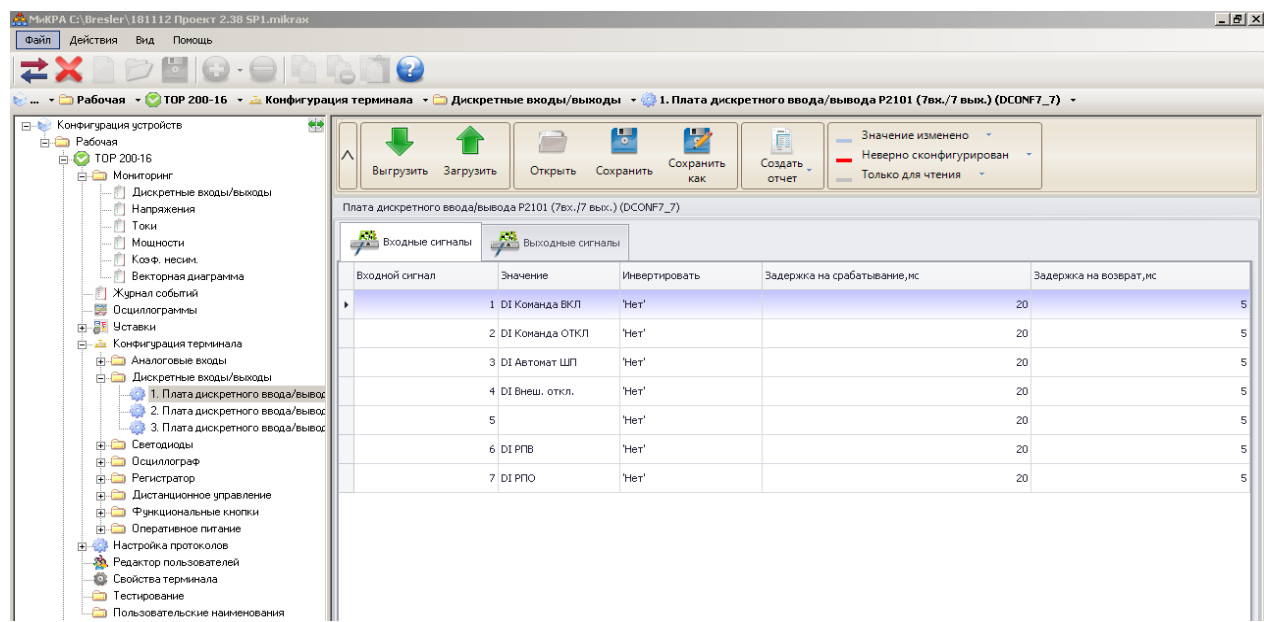

Рисунок 2.2 – Настройка времени срабатывания и возврата дискретных входов
2.2.6.7 Времена срабатывания и возврата каждой входной дискретной цепи регулируются в диапазоне от 0 до 60000 мс с шагом 1 мс с помощью сервисного ПО «МиКРА» в меню Конфигурация терминала/Дискретные входы-выходы/Конфигурация плат ввода-вывода (рисунок 2.2).
2.2.7.5 Времена срабатывания и возврата каждой входной дискретной цепи регулируются в диапазоне от 0 до 60000 мс с шагом 1 мс с помощью сервисного ПО «МиКРА» в меню Конфигурация терминала/Дискретные входы-выходы/Конфигурация плат ввода-вывода (рисунок 2.2).